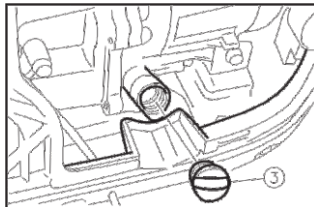

Рис.19
2. Выкрутите пробку маслосаливной горловины (3) (рис. 19).